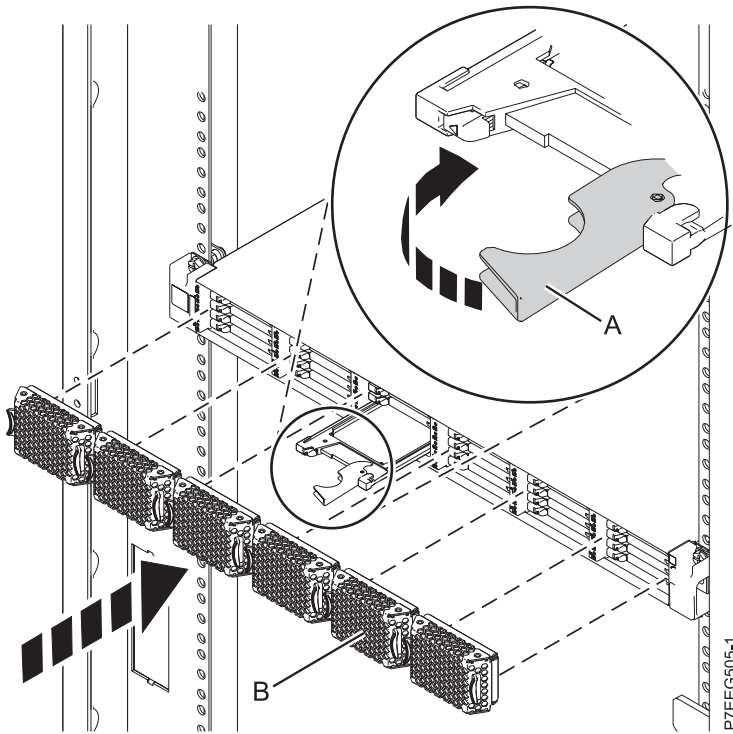

Figure 23. Remplacement d'une unité SSD dans le boîtier de stockage PCIe 58/88.
4. Lorsque le voyant d'identification de l'unité SSD clignote, faites glisser complètement l'unité SSD dans le boîtier de stockage PCIe 58/88 jusqu'à ce qu'il soit complètement encastré. Puis tournez la poignée (A) pour la mettre en position verrouillée. Pour plus d'informations, voir figure 23.
5. Installez le panneau (B).